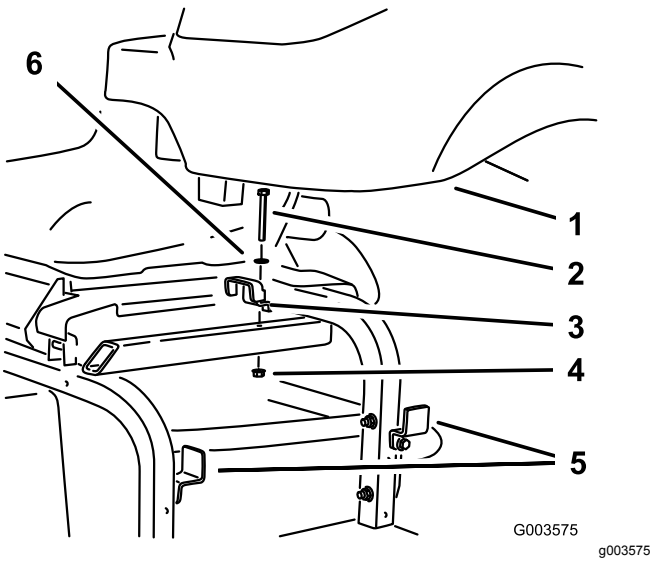

Figura 8
9. Retire el soporte superior del depósito hidráulico del bastidor de la máquina y afloje los 2 soportes del lateral del bastidor (Figura 8). Retire el depósito y guarde los herrajes.